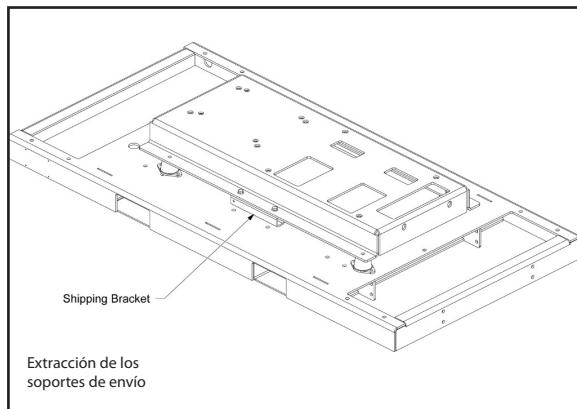

Figura 2-2 Extracción de los soportes de envío
Quite los dos (2) soportes de envío que se muestran en la Figura 2-2 antes de la instalación.